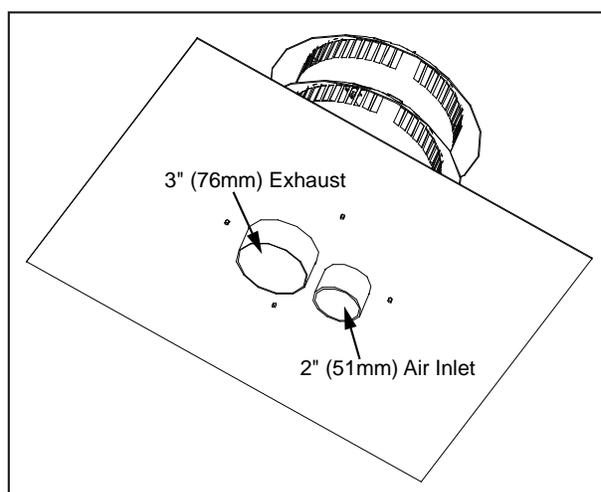

Figure 37: Vertical Vent Cap Underside.
8. Placer un cordon de silicone à haute température sur le col d'admission de l'évent terminal (voyez la figure 37). Faites glisser le Ø2" (51mm) de ligne d'admission flex sur le col, la doublure sécurisé Flex avec trois (3) vis à tôle régulièrement espacées.